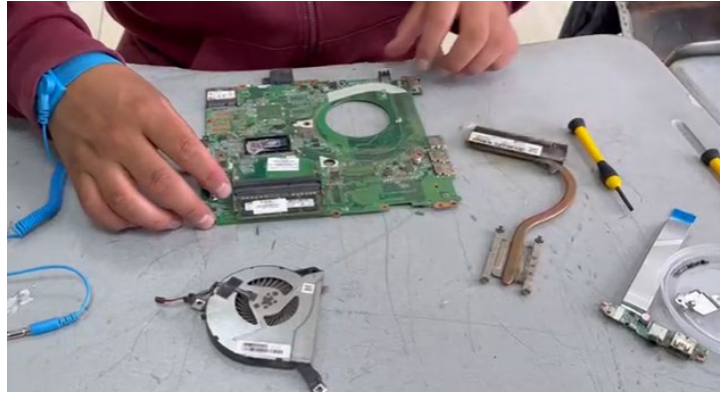

Figura 9. Retiro del disipador de calor y ventilador.
9. Se retira cuidadosamente el disipador de calor del microprocesador con el ventilador para realizar el mantenimiento preventivo que se requiere encontrando impurezas y polvo en este elemento, como se muestra en la figura 9.